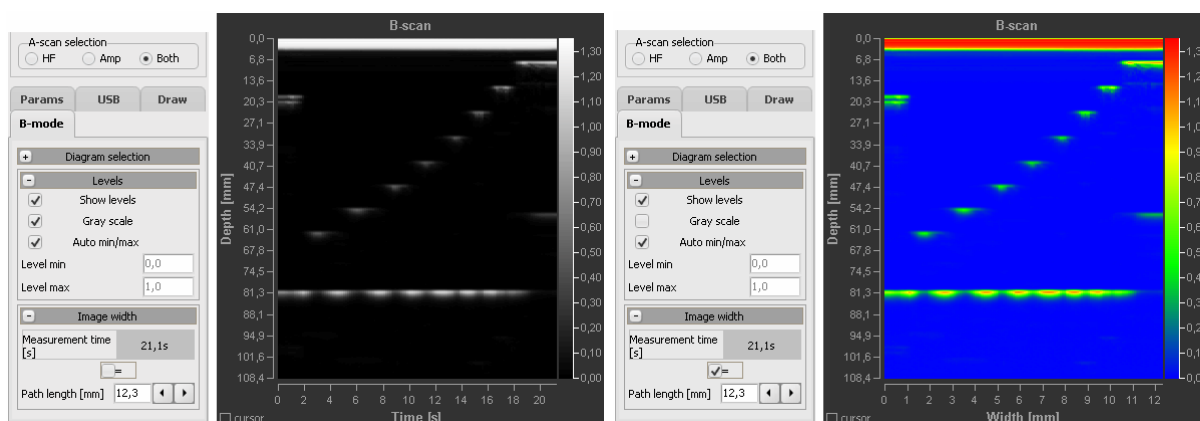

Abb. 51: Grauwert/Farbwert-Kodierung und Zuordnung von Zeit/Orts-Koordinaten einer B-Bild-Messung.
**x-Achse:** Bei einer B-Bild-Messung wird die Dauer der Messung festgehalten und in der Gruppe *Image width* im Register **B-mode** angezeigt. Ist die Länge der Schnittlinie des B-Scans, über die der Ultraschallwandler bewegt wurde, bekannt, können den gemessenen Zeiten Ortskoordinaten zugeordnet werden. Dazu ist der Weg (*Path length*) anzugeben und die Checkbox neben dem Ist-gleich-Zeichen (=) zu aktivieren. Dadurch werden die Zeiten auf der x-Achse in Wege bzw. Abstände umgerechnet (siehe Abb. 51 links Zeit- und rechts Ortskoordinaten).